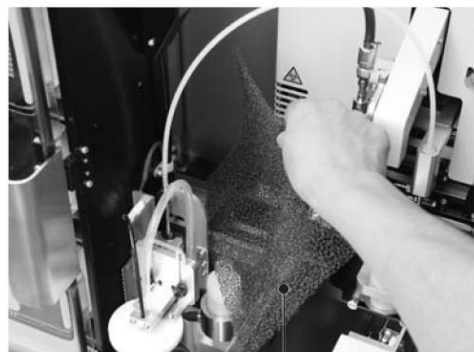

Abbildung 2-W
5. Legen Sie die Scheibe in das Tablett unterhalb des Arms für das Entnahmegerät (Abbildung 2-W).